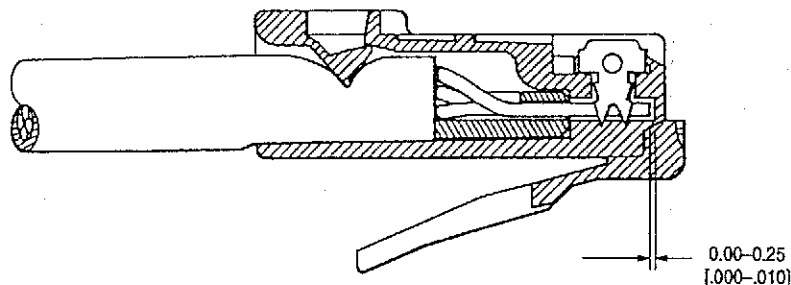

図8
- A. すべての導体が電線入力回路の終わりに対して視覚的に底に付いていることが望ましい。もし個別の導体が、ターミネーション後の目視検査で、個々の導体が完全に挿入されていない場合、図8に示すように少なくともコンタクトを超えて0.25 [0.010] のリファレンス・ゾーンへ挿入し、コンタクトおよび導体と正しく電気接続を行う。